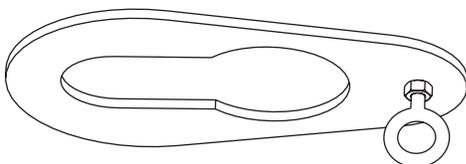

Figura 4. Adaptador del perno rey
1. Coloque el adaptador del perno rey (figura 4) en el perno rey. Asegúrese que la argolla del adaptador del perno rey este viendo hacia abajo y apuntando hacia la parte trasera del remolque.